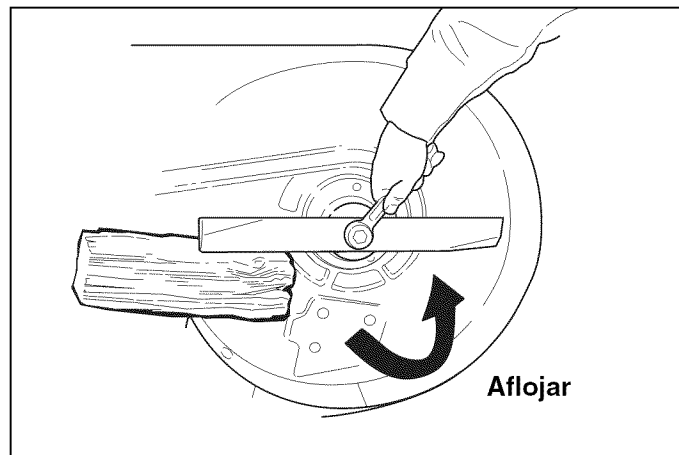

Figura 12. Retiro de la cuchilla
2. Para retirar las cuchillas para afilarlas, use un bloque de madera a fin de evitar la rotación de éstas mientras suelta el tornillo de cabeza (vea la Figura 12).